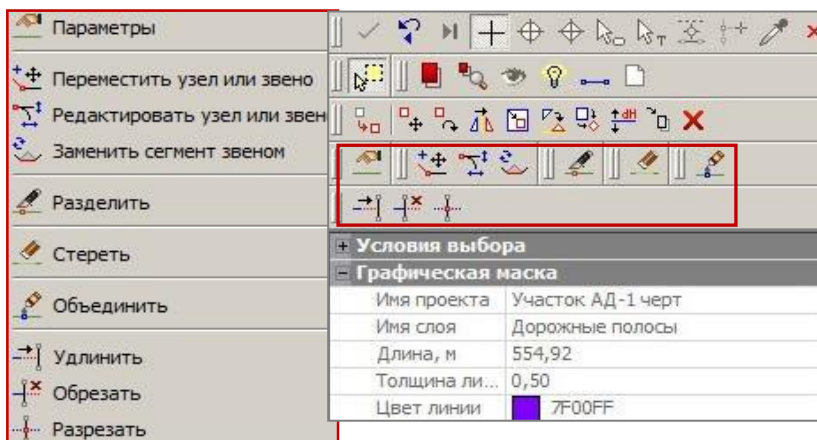

Рис. 4.6
2. В режиме универсального редактирования в контекстном меню выводятся только команды индивидуального редактирования элементов (рис. 4.6).